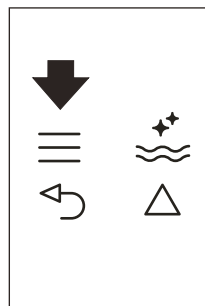
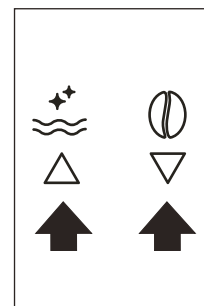

Abb.22
Abb. 9
- ▶ Drücken Sie das ☰ Symbol (B2)), um das Menü aufzurufen (Abb. 22), dann drücken Sie die Symbole △ ▽ (B7) und (B8) (Abb. 9) bis „CAPPUCCINO PROGRAMMIEREN“ erscheint.
- ▶ Drücken Sie das ≡ Symbol (B2), um das Menü aufzurufen (Abb. 22) oder drücken Sie die Symbole △ ▽ (B7) und (B8) (Abb. 9) bis „CAPPUCCINO PROGRAMMIEREN“ erscheint.
- ▶ Drücken Sie das OK Symbol (B9), um zu bestätigen, dann die Symbole △ ▽ (B7) und (B8) (Abb. 22), bis „KAFFEE F. CAPPUCCINO“ angezeigt wird.